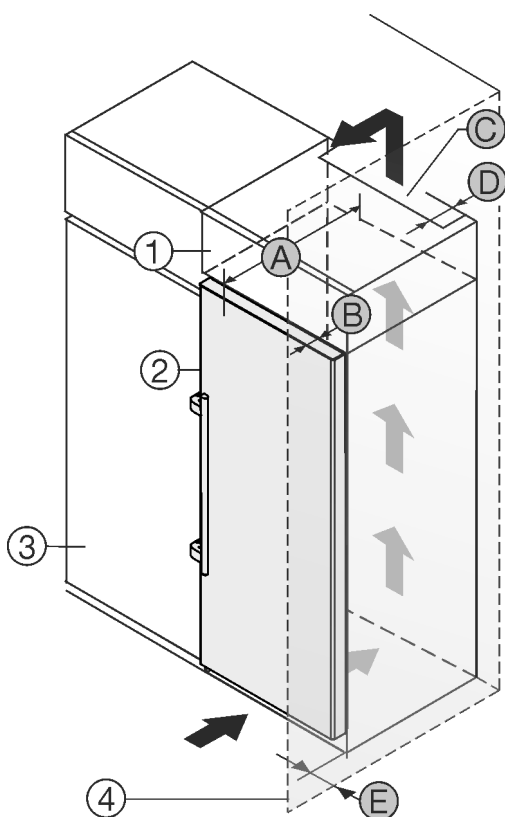

Fig. 2
Puteți amplasa aparatul direct lângă dulapul de bucătărie Fig. 2 (3).*
În partea din spate a dulapului suspendat trebuie să existe o fantă de aerisire cu grosimea Fig. 2 (D) pe toată lățimea dulapului suspendat.*
Sub tavanul încăperii trebuie să fie respectată secțiunea de ventilație Fig. 2 (C).*
Atunci când montați aparatul cu balamalele lângă un perete Fig. 2 (4), distanța dintre aparat și perete trebuie să fie de minim 57 mm. Această valoare corespunde proeminenței mânerului cu ușa deschisă.*
Astfel încât să puteți deschide complet ușa, aparatul trebuie să fie proeminent cu cel puțin adâncimea ușii Fig. 2 (B) față de suprafața frontală a dulapului de bucătărie. În funcție de adâncimea dulapurilor de bucătărie Fig. 2 (3) și utilizarea distanțierelor de perete, aparatul poate ieși mai mult în afară.*